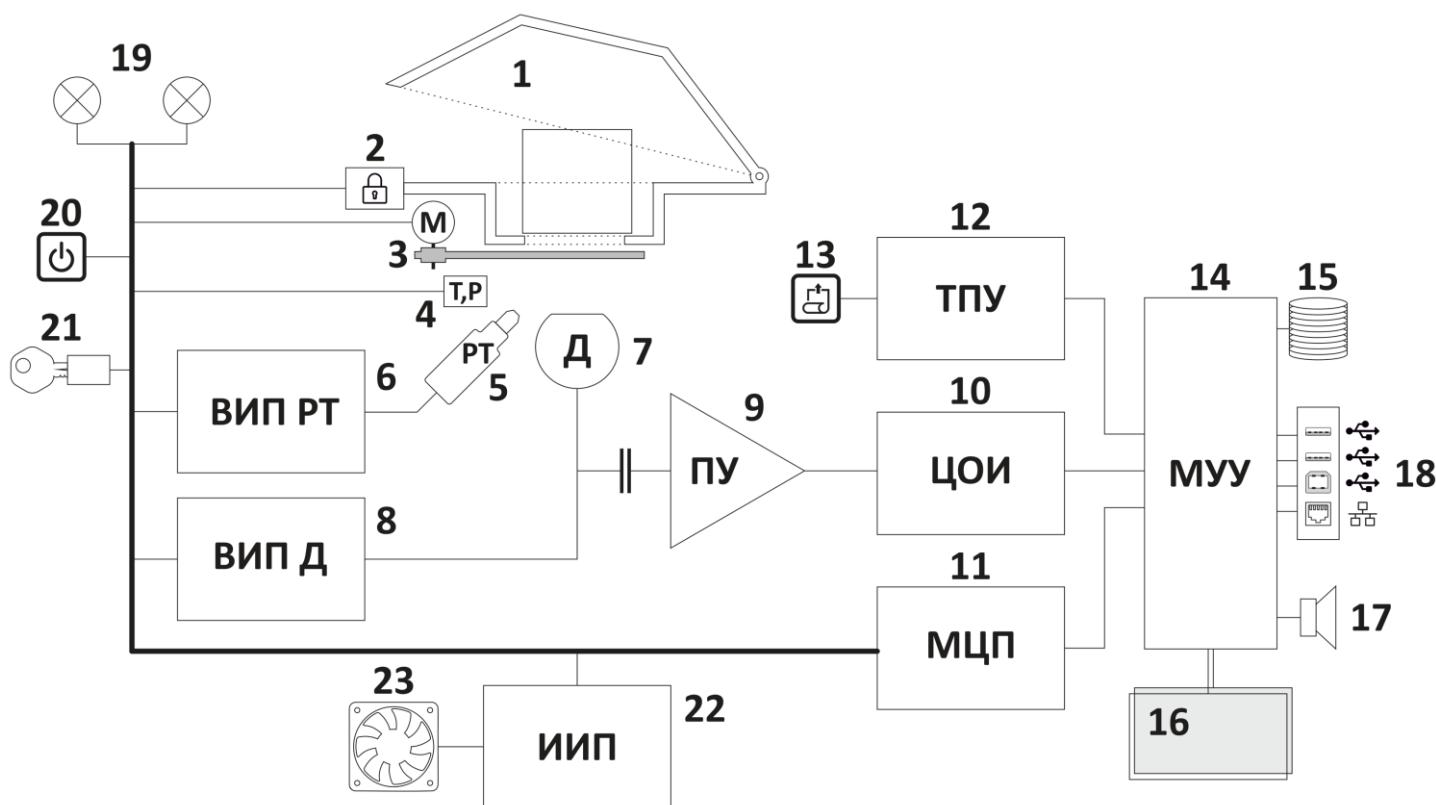

Рисунок 4
- 9.1 Структурная схема анализатора приведена на рисунке ниже (Рисунок 4).